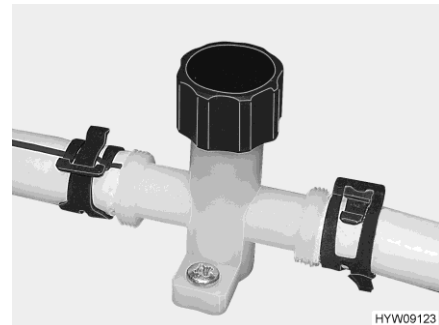

Bild 156 Ablasshahn (Wasserleitung)
- Ablasshähne schließen. Dazu die Kappe des Ablasshahns (Bild 156) im Uhrzeigersinn drehen.